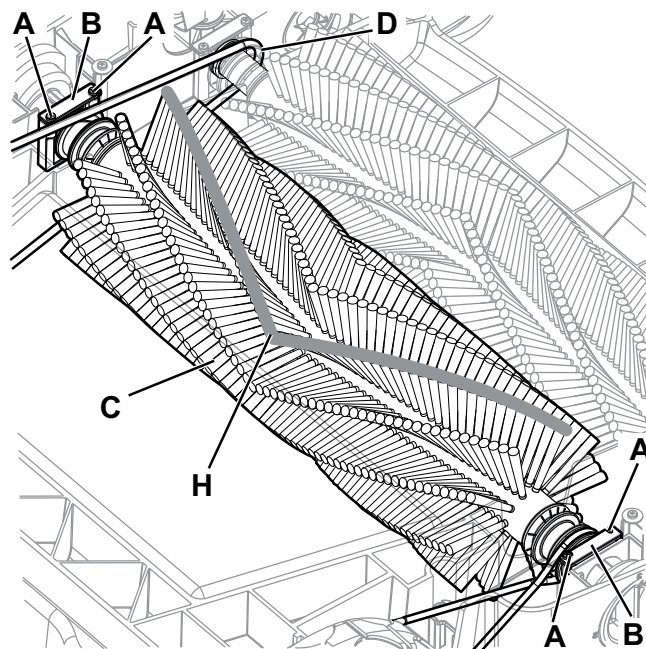

Figure 1
4. Dévisser les vis (A, Fig. 1) et extraire les supports (B) avec le balai central (C).
- Monter le balai central en orientant les poils comme indiqué (H, Fig. 1).
- Vérifier que la courroie de transmission longue soit positionnée correctement (D, Fig. 1).
- Tourner les 2 poignées (7) sur la position 1.